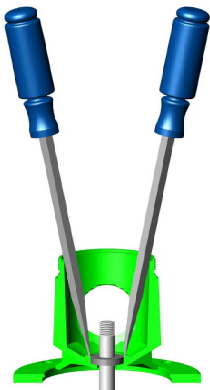

Figura 15 - Remueva el Sello Mecánico
- Remueva el ensamblaje del sello mecánico. La parte rotatoria del ensamblaje del sello (anillo de carbono, el empaque Buna-N y resorte) fácilmente deslizarán del extremo del eje. La parte cerámica separará del asiento de goma usando dos (2) destornilladores (vea la figura 15).